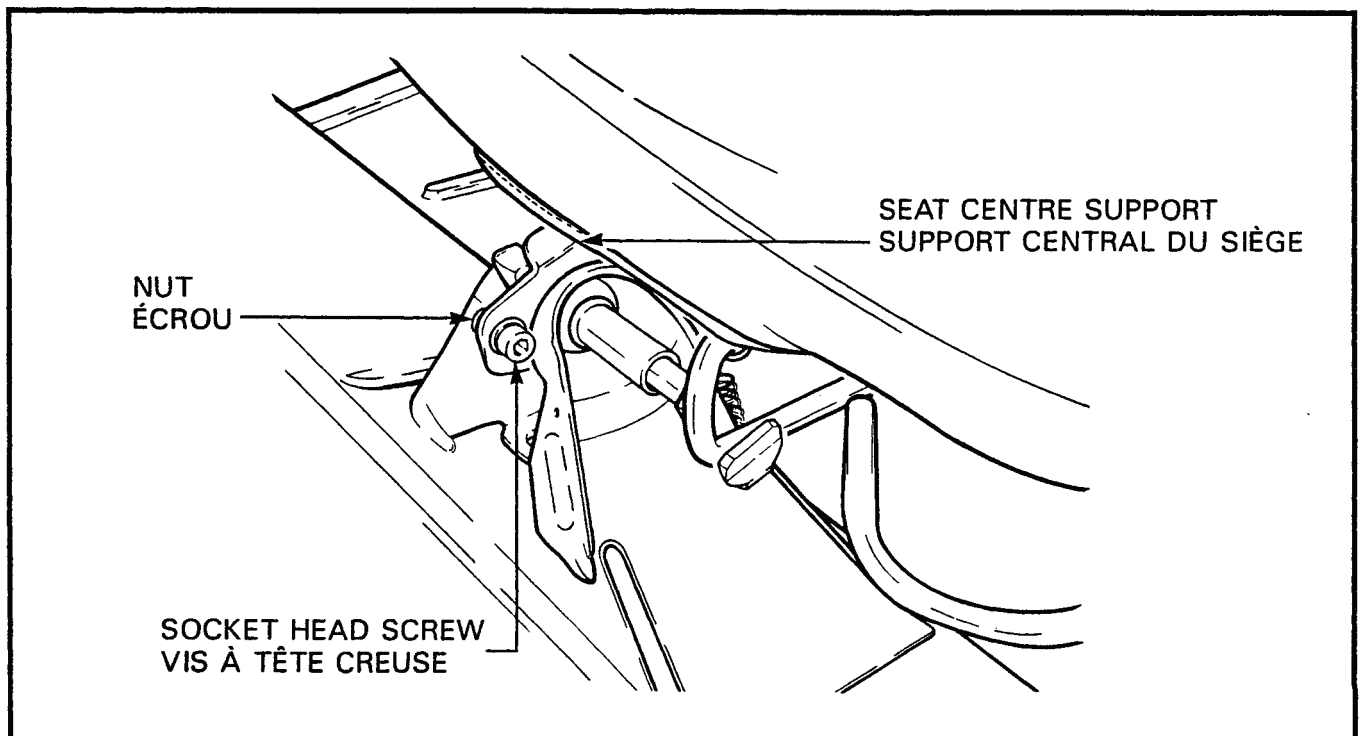

Figure 6-2-7 Front Seat Centre Support
- a. Remove the socket head screw and nut from the first hole in the front of the seat centre support, see Figure 6-2-7.
- a. Enlever la vis à tête creuse et l'écrou du premier orifice à l'avant du support central du siège, voir figure 6-2-7.